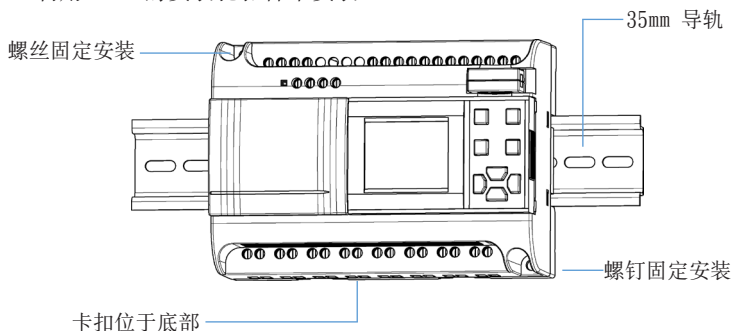

图 2.1
- 1、使用标准的 35mmDIN 轨道安装 FAB2，见图 2.1